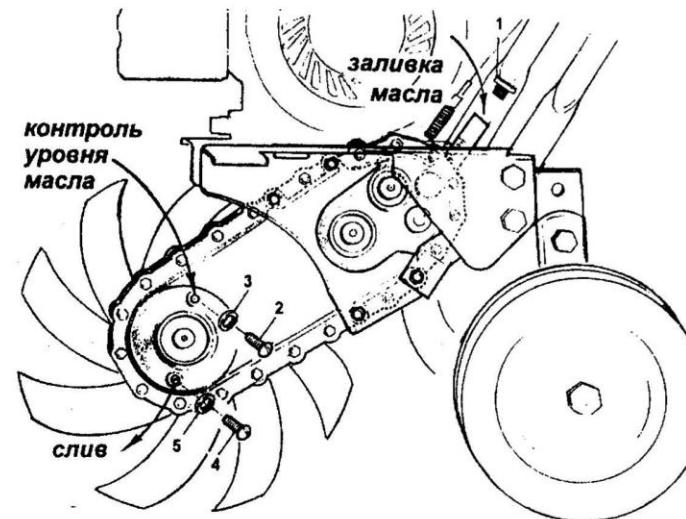

Рис. 3. Заливка и слив масла
6.3. Проверить уровень масла в редукторе (рис. 3), вывернув винт контроля уровня масла 2. При необходимости долить масло ТАД-17 или МС-20 в редуктор через отверстие для заливки. Заливать масло до уровня, соответствующего нижней точке контрольного отверстия, (объем заливаемого масла – 0,5 л).